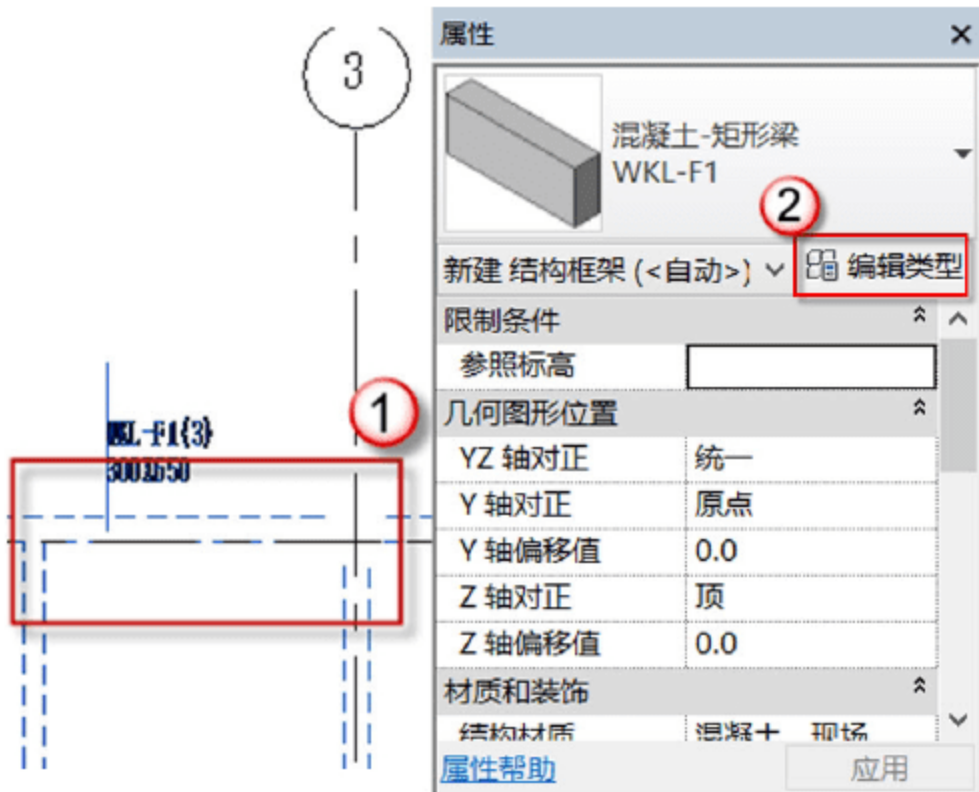
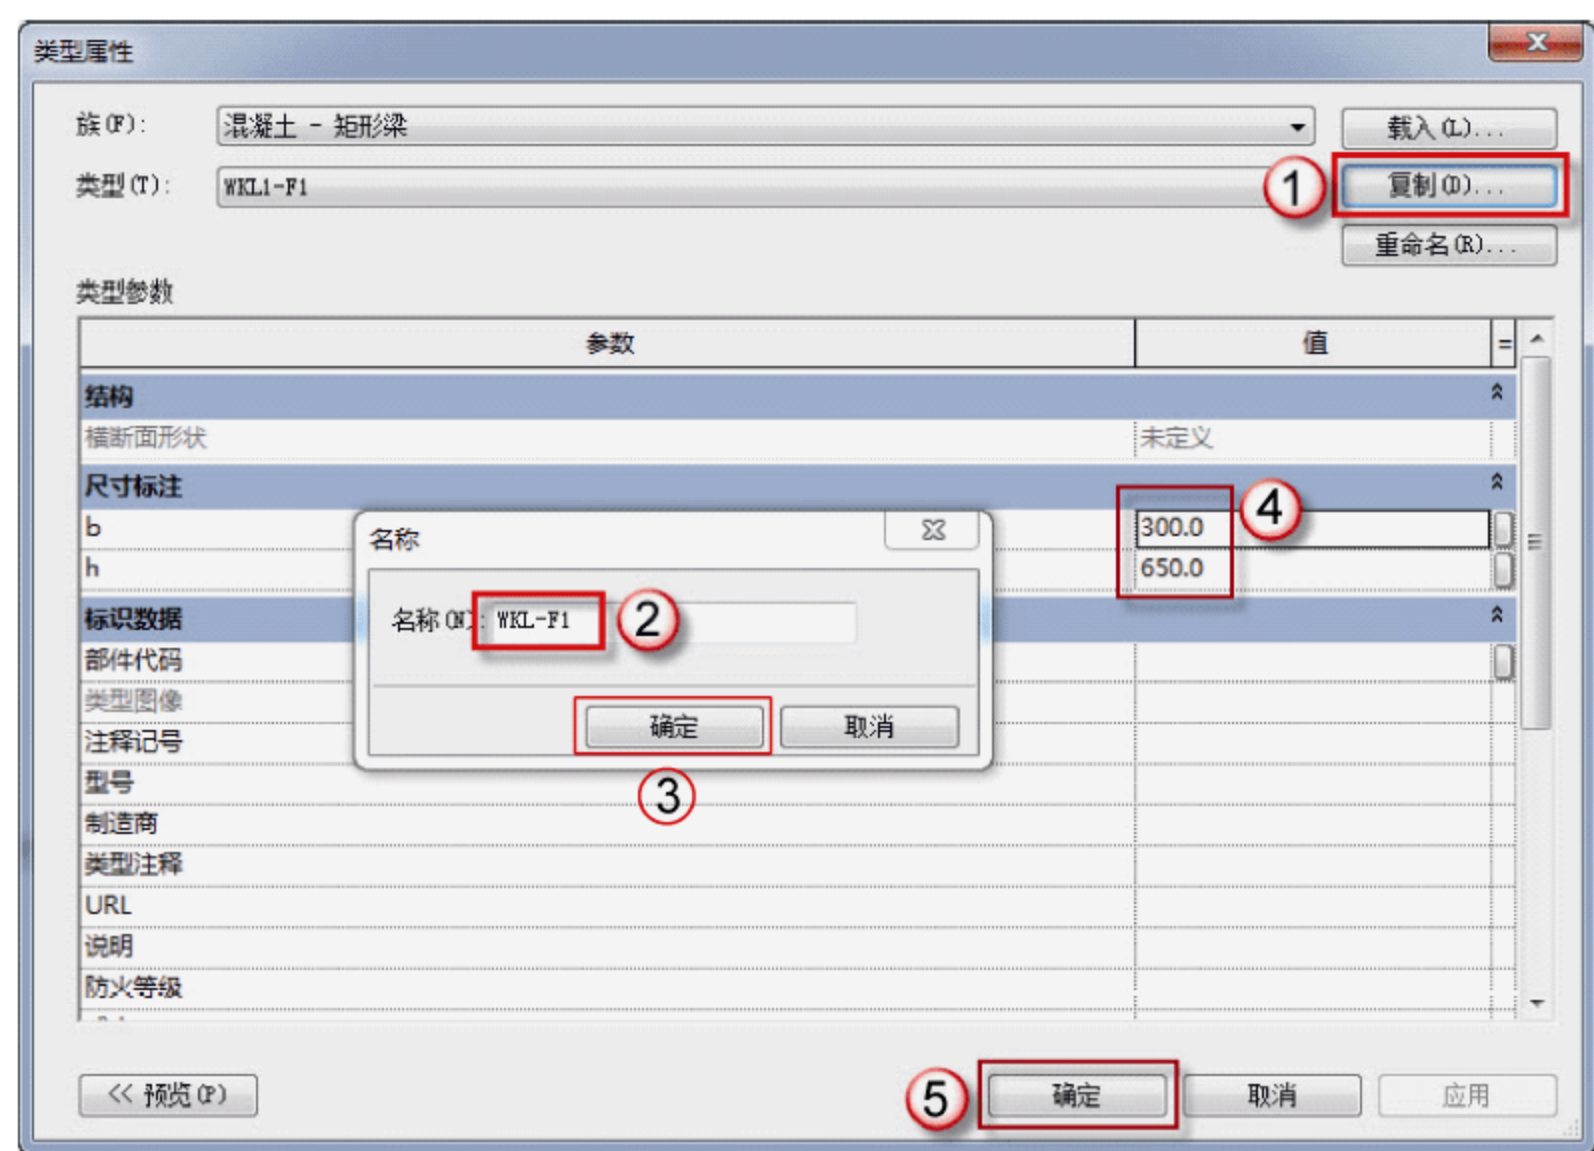

图 5.1.4 确定 WKL-F1 尺寸
图 5.1.5 编辑梁的属性
(4) 新建屋框架梁 WKL-F1。由 DWG 图可得，WKL-F1 梁的长宽为 300×650。选择“结构”→“梁”→“编辑类型”命令（或按快捷键 B+M，单击“属性”面板中的“编辑类型”按钮），在弹出的“类型属性”对话框中，单击“复制”按钮，在弹出的对话框中输入“WKL-F1”，单击“确定”按钮。在“尺寸标注”栏中输入 WKL-F1 的长宽 (b、h)，并单击“确定”按钮，如图 5.1.4 和图 5.1.5 所示。